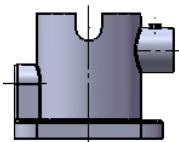

图 9.4.15 “带边线上色”显示模式
- (带边上色): 视图以带边上色零件的颜色显示，如图 9.4.15 所示。